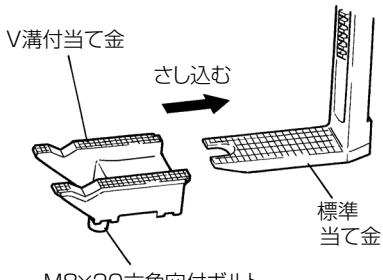

図 19
- 図 22 のように、L型当て金と組合せて使用できます。取付け方法は、標準当て金のときと同じです。(図 19 参照)